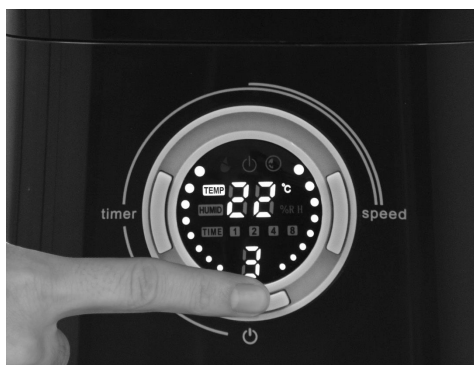

Рис. 2
2. Для включения нажмите кнопку ВКЛ/ВЫКЛ на приборе  (рис. 2). Увлажнитель включится на 3-ей скорости и начнется процесс увлажнения воздуха. Для выбора комфортной скорости увлажнения нажмите кнопку «speed».